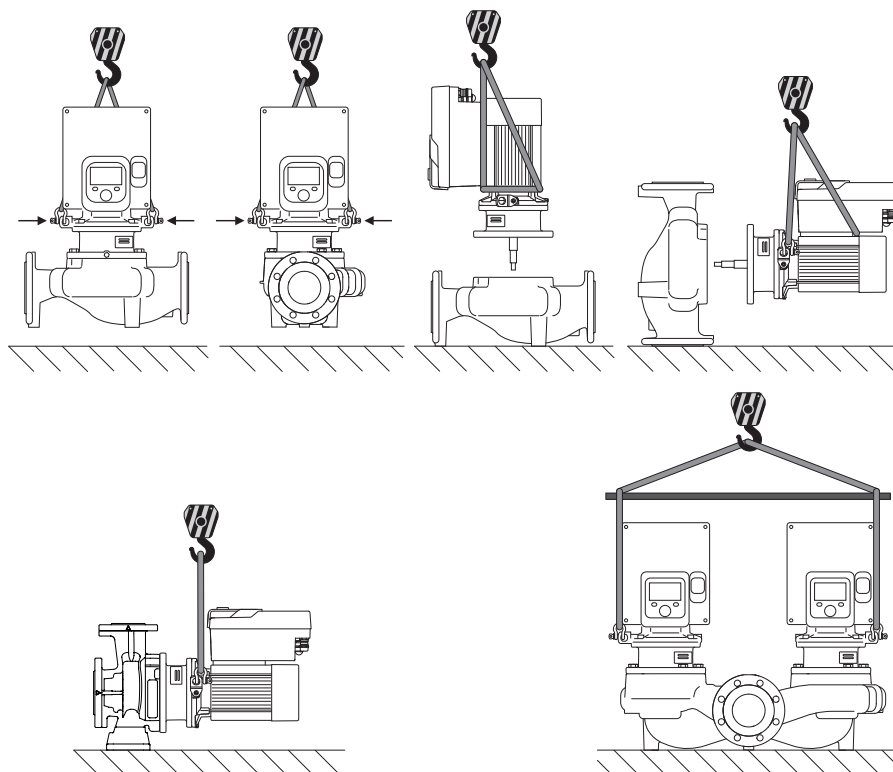

Fig. 6: Посока на повдигане
Транспортирането на помпата трябва да се извършва с разрешените товароухващащи приспособления (напр. полиспаст, кран и др.). Товароухващащите приспособления трябва да се закрепят към транспортните халки, които се намират на фланеца на мотора. Ако е необходимо, преместете подемните клупове под адаптерната платка (Fig. 6).
2. С цел обезопасяване затегнете окомплектовката (Fig. 4) с подходящи подежни приспособления към транспортните халки. За да предотвратите преобръщане на устройството, поставете халка на ремъка, съгл. Fig. 6, около мотора и адаптера на електронния модул. При закрепването внимавайте да не повредите електронния модул.